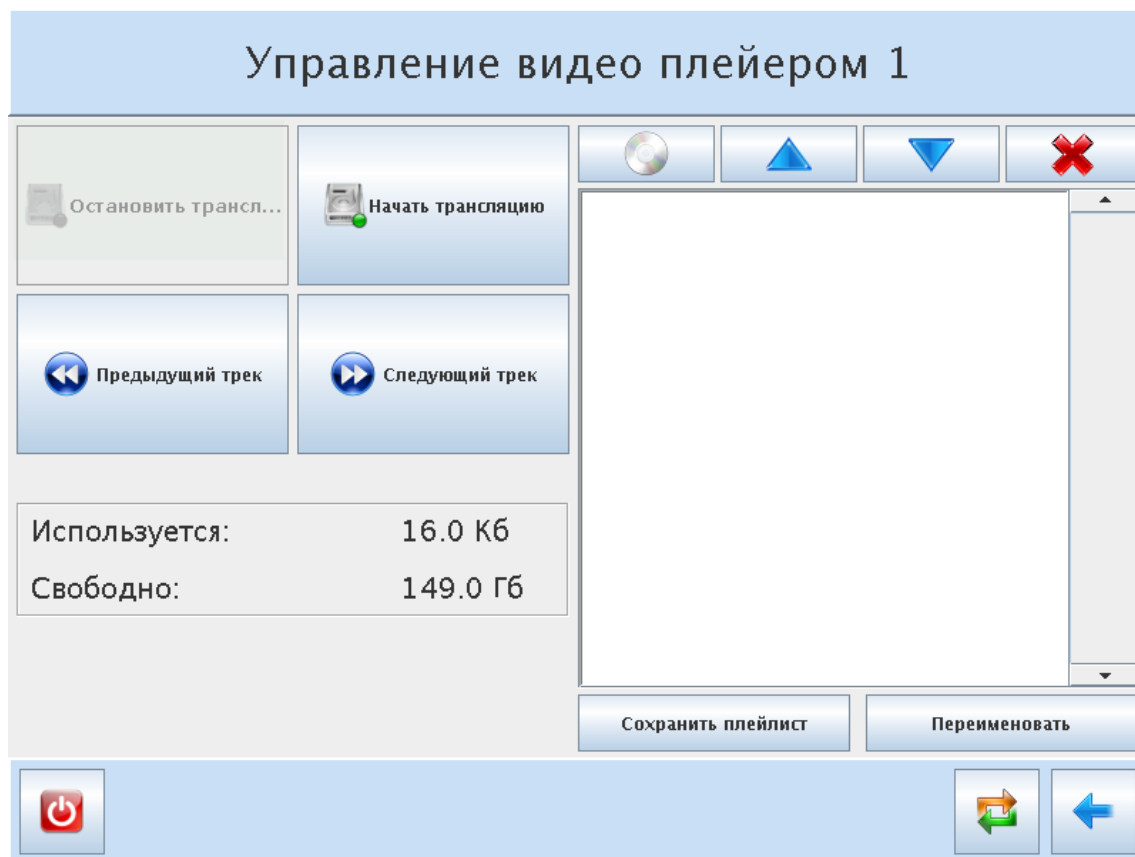

Рис. 8. Меню управления плеером
6.3.10 Меню настройки плеера (рис. 8) позволяет производить следующие операции (вне зависимости от типа плеера):